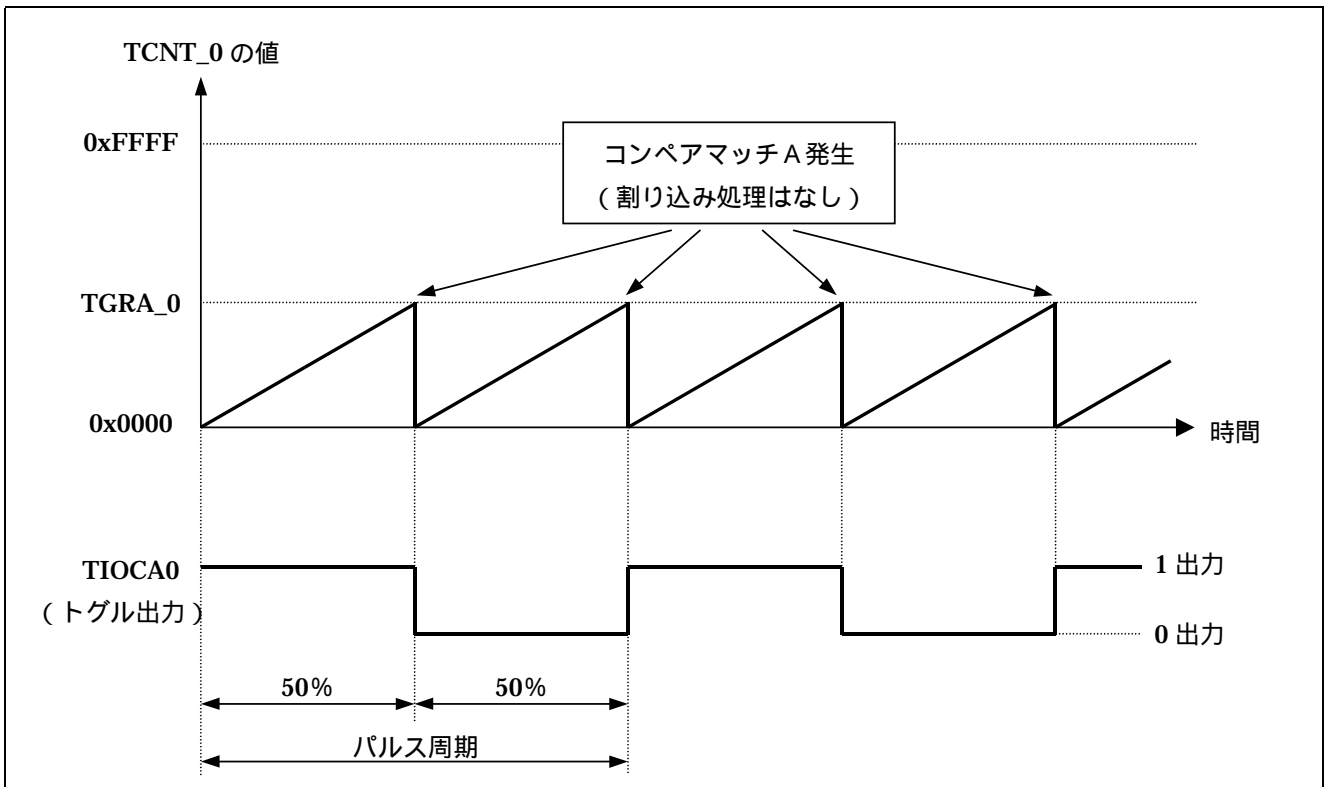

図 2 パルス出力動作例
ここでは、カウントクロックは周辺モジュール (P) / 1 とします。P = 25MHz 時にはカウントクロック = 40nsec となります。動作例を図 2 に示します。